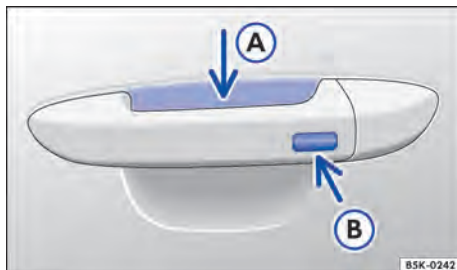

Fig. 52 Keyless Access: superfícies do sensor.
- Tocar o sensor → Fig. 52 (A) na parte interna da maçaneta da porta do condutor ou da porta do passageiro dianteiro.
- Tocar na superfície do sensor → Fig. 52 (B) na parte externa da maçaneta da porta do condutor ou da porta do passageiro dianteiro *uma vez*.
- Além disto, dentro de 5 segundos, tocar uma vez no sensor na parte externa da maçaneta da porta → Fig. 52 .
Para a **abertura de conforto** de todos os vidros elétricos empunhar a maçaneta da porta e manter pressionados, ao mesmo tempo, o sensor da parte interna da maçaneta → Fig. 52  e a superfície do sensor .
Para o **fechamento de conforto** de todos os vidros elétricos manter um dedo durante alguns segundos sobre a superfície do sensor → Fig. 52  no lado externo da maçaneta da porta do condutor ou do passageiro dianteiro.
Um forte jato de água ou de vapor pode ativar as superfícies dos sensores nas maçanetas se, ao mesmo tempo, uma chave do veículo válida estiver na área de aproximação. Se no mínimo um vidro estiver aberto e a superfície do sensor → Fig. 52  em uma maçaneta da porta for ativada permanentemente, todos os vidros serão fechados. Se o jato de água ou de vapor se afastar brevemente da superfície do sensor → Fig. 52  de uma maçaneta da porta e voltar a ser direcionado para ela, possivelmente todos os vidros se abrirão.